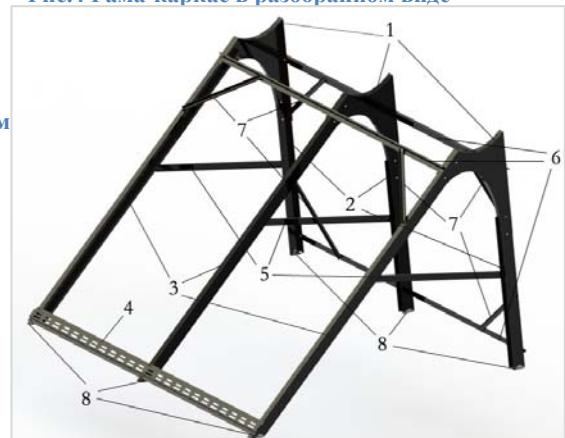

Рис.5 Рама-каркас
Сборка рамы-каркаса производится согласно Рис. 5, с помощью болтов и гаек, прилагаемых к комплекту рамы-каркаса.
- Установите белые пластиковые колпачки в раму Рис.5 п.6;